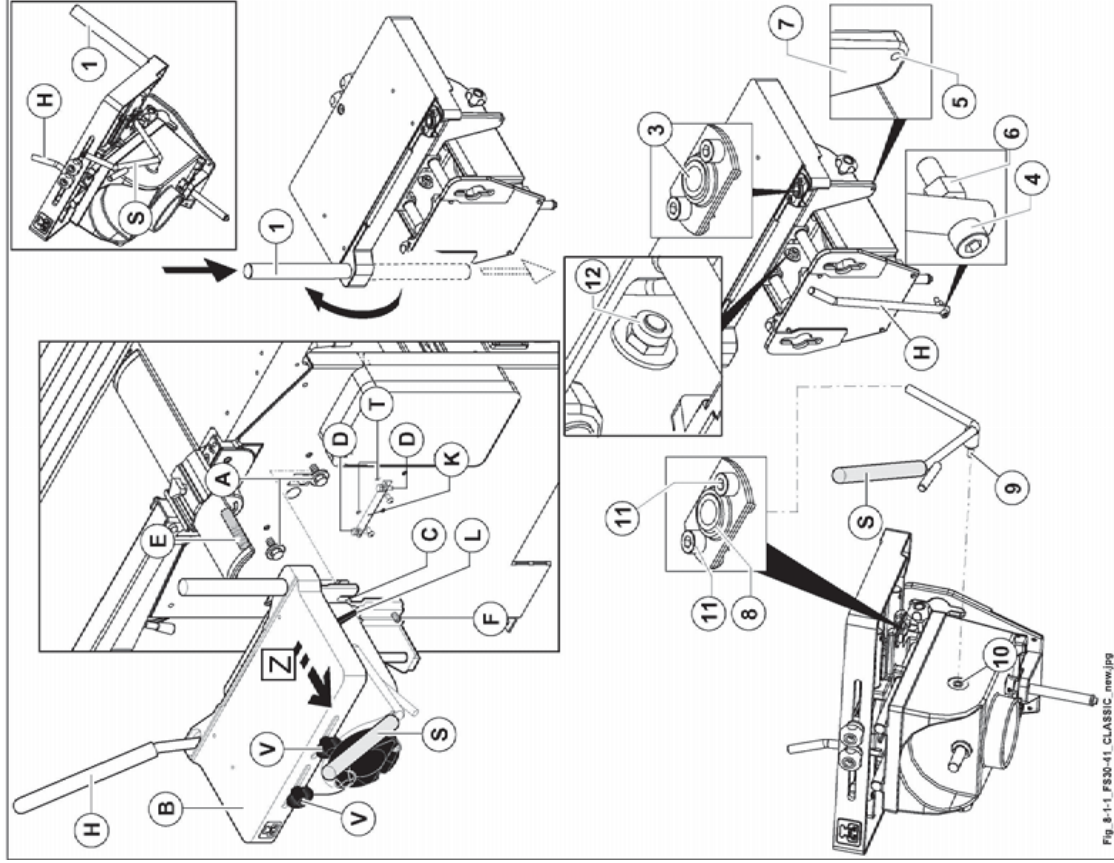

Abb. 8.1-1
Die Fläche in Richtung des Zeigers Z verlagern und durch Abriegeln dem Hebel (L Abb. 8.1-1) (zunächst zum Anschlag bringen) blockieren; die beiden seitlichen Bolzen zum Anschlag drücken und die 2 Kräufte (V Abb. 8.1-1) abriegeln.
falls mitgeliefert, den Winkel (K Abb. 8.1-1) an den vorgesehenen Bohrungen (T Abb. 8.1-1) montieren.
- 1) Schrauben (A Abb. 8.1-1) mit den dazugehörigen Unterlegscheiben auf dem Sockel der Maschine vorbereiten.
- 2) Die Stemmmaschine (B Abb. 8.1-1) anheben und den Schwalbenschwanzschlitten (C Abb. 8.1-1) an den Köpfen der Schrauben (A Abb. 8.1-1) einsetzen.
- 3) Montieren Sie die Steuerhebel (H und S, Abb. 8.1-1).
Hebel (S Abb. 8.1-1):
- der Hebel (S Abb. 8.1-1) wird teilweise im Werk montiert, indem ein Ende in die Kupplung (8 Abb. 8.1-1) eingesetzt wird;
- die Schrauben (11 Abb. 8.1-1) lösen;
- den Bolzen (9 Abb. 8.1-1) in die Bohrung (10 Abb. 8.1-1) einführen;
- die Schrauben (11 Abb. 8.1-1) festziehen;
- die Mutter (12 Abb. 8.1-1) festziehen; dabei das kleinstmögliche Spiel lassen.**Hebel (H Abb. 8.1-1):**
- den Hebel (H Abb. 8.1-1) in die Kupplung (3 Abb. 8.1-1) einführen;
- die Schraube (4 Abb. 8.1-1) in die Bohrung (5 Abb. 8.1-1) so einschrauben, dass der Hebel (H Abb. 8.1-1) das kleinstmögliche Spiel hat;
- die Mutter (6 Abb. 8.1-1) am Teil (7 Abb. 8.1-1) festziehen.
- 4) Die Schrauben (A Abb. 8.1-1) anziehen, bis die Kehlmaschine mit dem Unterbau verbunden ist, und dann die Parallelität des Tisches mit Bezug auf den Bohrer (E Abb. 8.1-1) (siehe "Bohrer für Spindel - Einbau" Abs. 8.1.2) an den Schrauben (D Abb. 8.1-1) und den vier Bolzen (F Abb. 8.1-1) einstellen.
- 5) Überprüfen, ob die Einstellung ordnungsgemäß vorgenommen wurde: hierzu die Fläche seitlich verstellen und hiernach die Schrauben (A Abb. 8.1-1) festziehen.
- 6) Sicherstellen, dass die vier Bolzen (F Abb. 8.1-1) auf dem Unterbau aufliegen.
- 7) Den Bolzen (1 Abb. 8.1-1) (Halterung des Druckwerks) wie in der Abbildung dargestellt wieder positionieren.